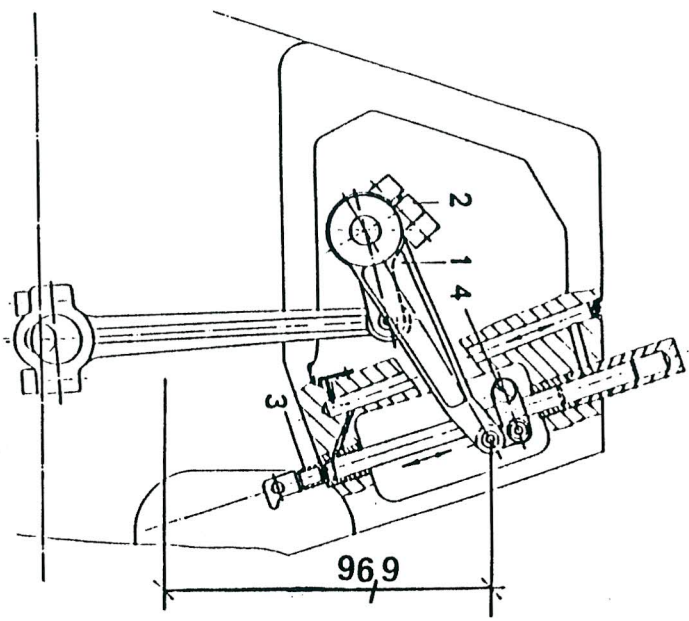

Abb.1
- Hebel 1 gemäß Einstellmaß im oberen Totpunkt einstellen und mit Hebel 2 klemmen (Abb. 1)